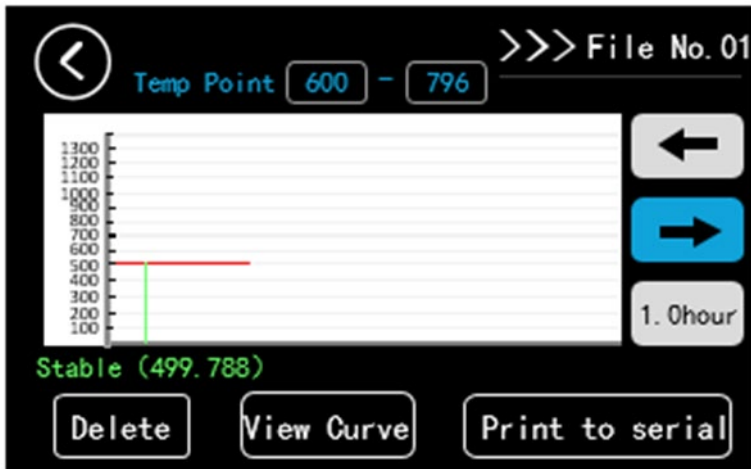

Abb. 3.8.5 Kurvendiagramm anzeigen
2) Anzeige der Grafik: Datei für leere Punkte, die nicht reagieren, wenn man darauf drückt; das Datum der Temperaturkontrolle in den Dateien wird als Kurvendiagramm angezeigt, d.h. historische Kurven, wie in Abbildung 3.8.5 dargestellt. Leere Dateien reagieren nicht, wenn Sie darauf klicken.
Wenn die Temperaturregelung stabil ist, wird die aktuell gemessene Temperatur in grüner Farbe angezeigt, wie in Abb. 3.8.5 dargestellt.